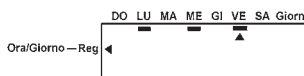

fig.17
6. Premere **↑** per confermarlo, apparirà una sottolineatura sotto al giorno. Nei giorni sottolineati l'addolcitore farà la rigenerazione (fig. 17).